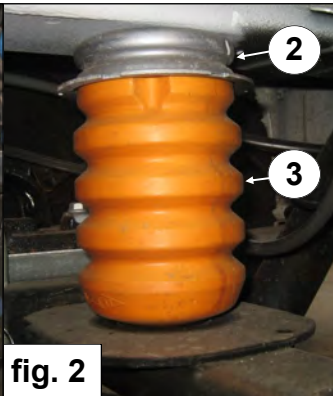

fig. 2
2. Schrauben Sie den Puffer (3) zusammen mit dem Halter (2) aus dem Chassis. Siehe Abb. 2 & 3.
2. Vissez le tampon (3) avec le support (2) du longeron du châssis. Voir figure 2 & 3.